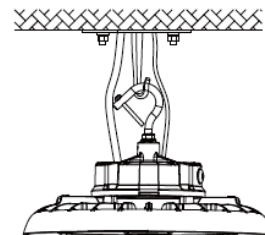

Fig. 2
2. Suspender le luminaire au crochet de plafond ou à la chaîne. (Fig. 2)